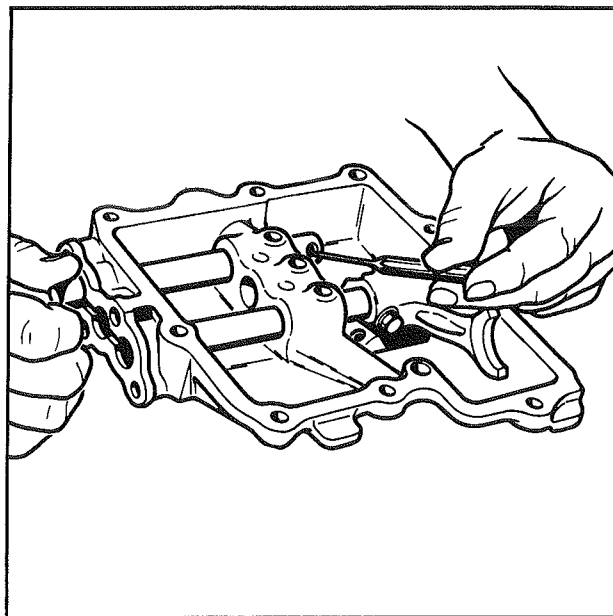

Fig. 2
- Faire pivoter de 90° l'axe de 1^{er}-2^e rapports pour amener le trou de fixation de la fourchette dans un plan horizontal pour faciliter l'échappement de la bille de verrouillage point mort (fig. 2).